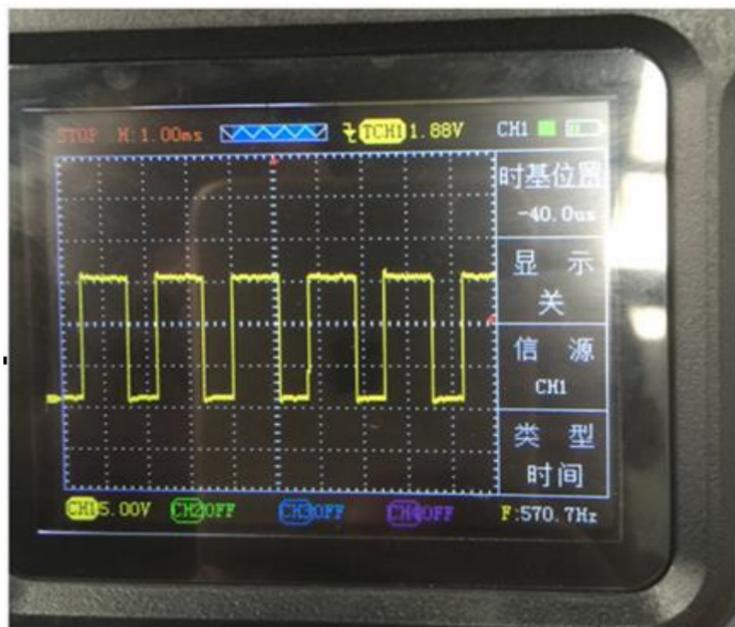

图 12 电磁阀
- ③将探头接到示波器 CH1 且探头调置 1X 档，然后接地夹接到信号地或搭铁
- ④由于示波器“电磁阀”功能已默认好设置（探头档 1X，时基档 25ms）只需将探头接到对应的信号即可直观的显示波形，如图 12
- ⑤按下“CH1”，可以查看各项数值和配置（配置已默认）
- ⑥显示的波形可以自行通过调节时基、垂直伏/格和触发方式实现自己的需求（时基、垂直伏/格和其他的具体操作方法请参考通用示波器操作）